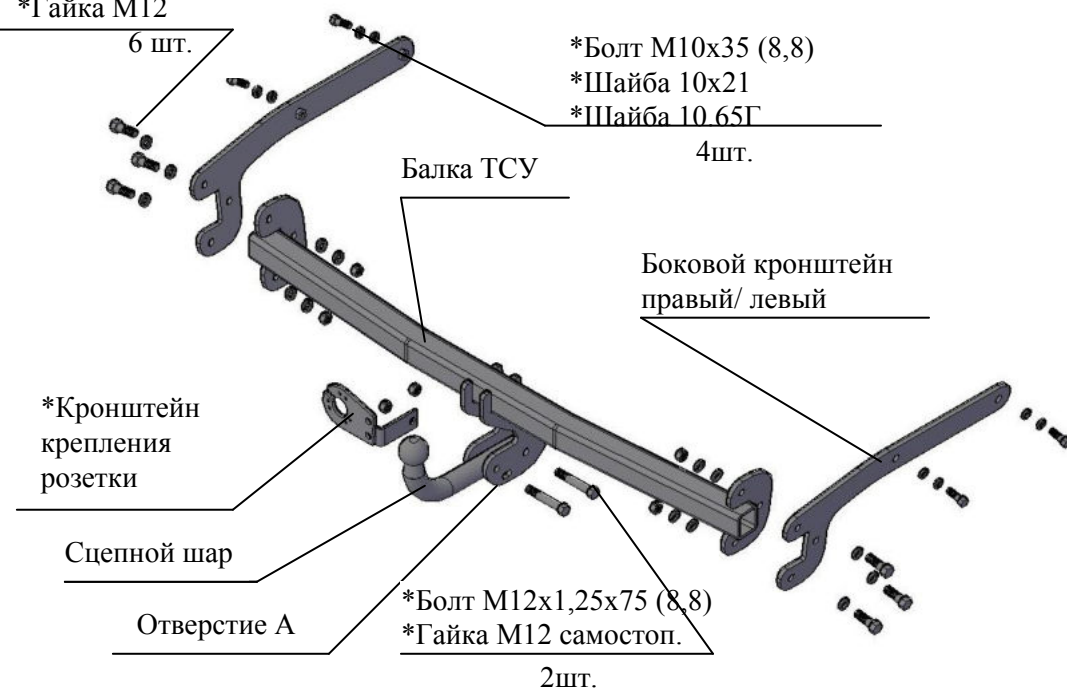

Рис.1 Тягово-сцепное устройство ТСУ 6015
2.1 ТСУ 6015 в сборе (рис.1)	1 шт.
2.2 Пакет с комплектующими (см. рис.1)	1 шт.
4.3 Установить боковые кронштейны ТСУ (правый и левый соответственно рис.1) в лонжероны до совпадения положения приваренных гаек с отверстиями во внешних полках лонжеронов. Закрепить болтами М10х35, подложив под болты шайбы 10х21 и шайбы 10.65Г. Крепеж не затягивать.